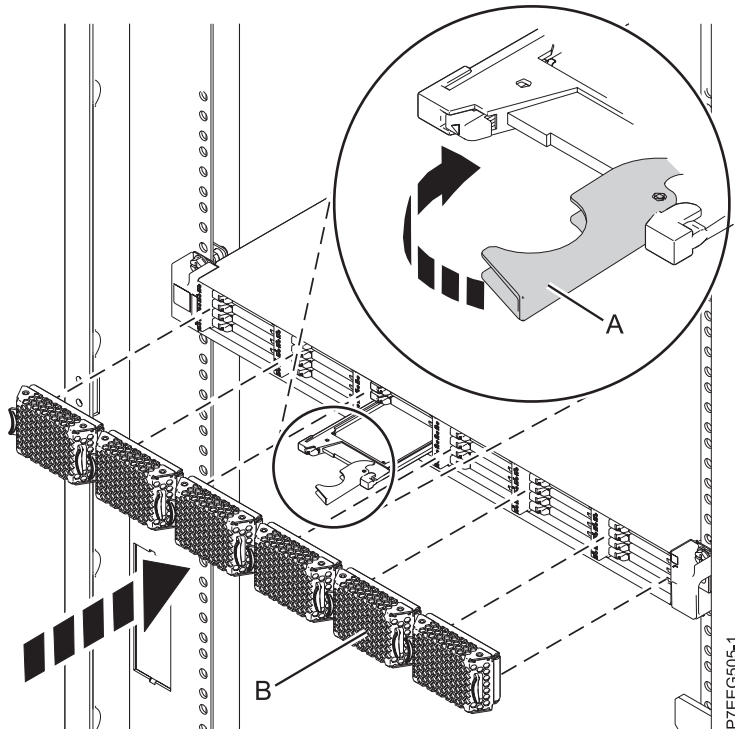

Figure 26. Remplacement d'une unité SSD dans le boîtier de stockage PCIe 58/88.
3. Tournez la poignée de verrouillage (A) pour la mettre en position verrouillée, comme indiqué à la figure 26, à la page 44.
4. Installez le panneau (B).